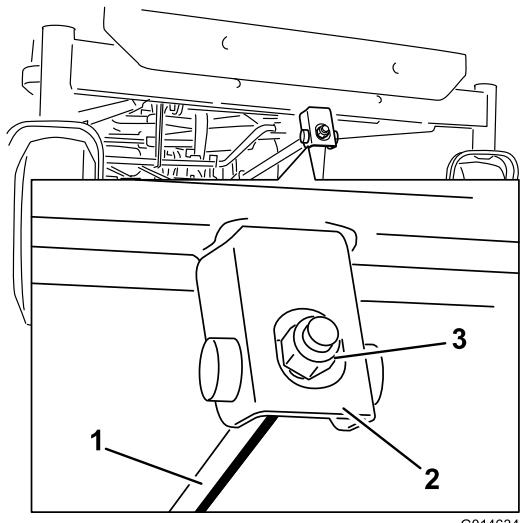

Figura 60
- A. Gire la tuerca de ajuste de la parte delantera del cortacésped (Figura 60).